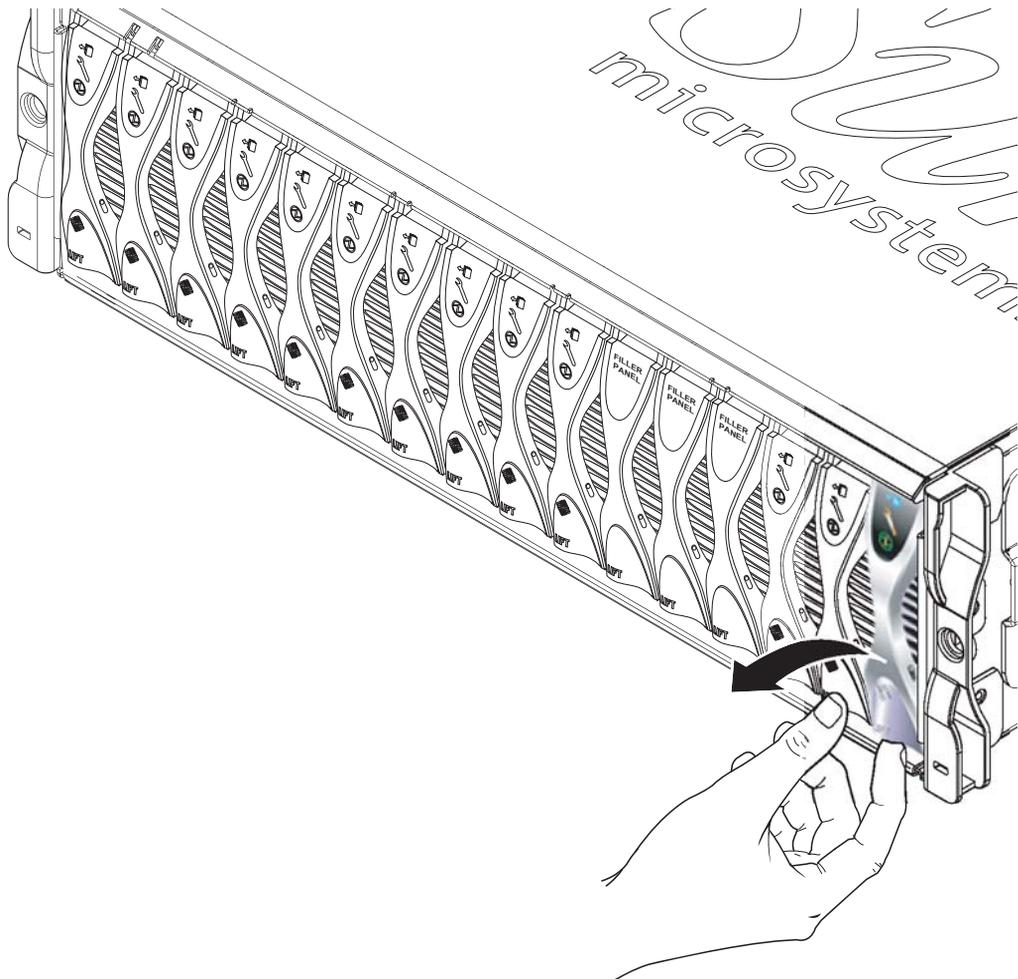

FIGURE 4-1 Déblocage du mécanisme de verrouillage de la lame
1. **Insérez un doigt dans l'encoche située dans le bas de la partie avant du levier de la lame, et tirez doucement pour débloquer le mécanisme de verrouillage (FIGURE 4-1).**